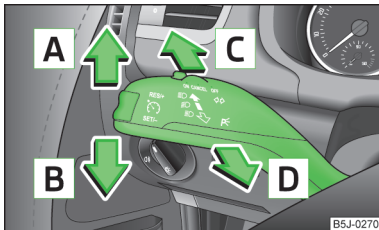

Abb. 25
- Den Blinkerhebel » Abb. 25 auf Seite 46 zum Lenkrad ziehen und gleichzeitig nach unten schieben und in dieser Stellung halten.
- Den Blinkerhebel » Abb. 25 auf Seite 46 zum Lenkrad ziehen und gleichzeitig nach oben schieben und in dieser Stellung halten.
Bedienungshebelstellungen » Abb. 25.
- Den Bedienungshebel \gg Abb. 25 auf Seite 46 nach oben bzw. nach unten drücken - das Standlicht auf der rechten bzw. linken Fahrzeugseite wird eingeschaltet.